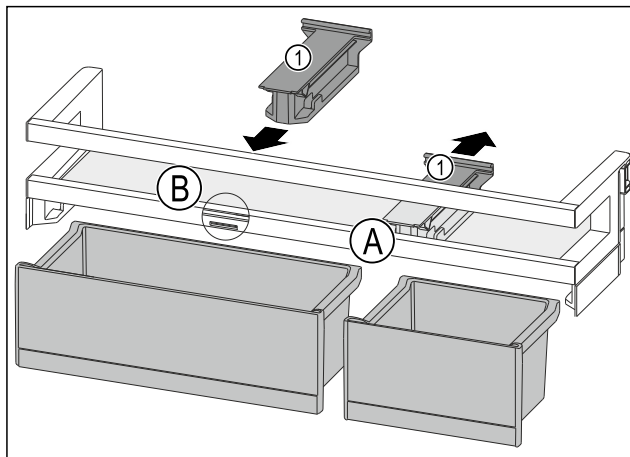

Fig. 184
- ▶ Držák Fig. 184 (1) v poloze Fig. 184 (A) stáhněte dozadu.
- ▶ Držák Fig. 184 (1) vložte v poloze Fig. 184 (B).